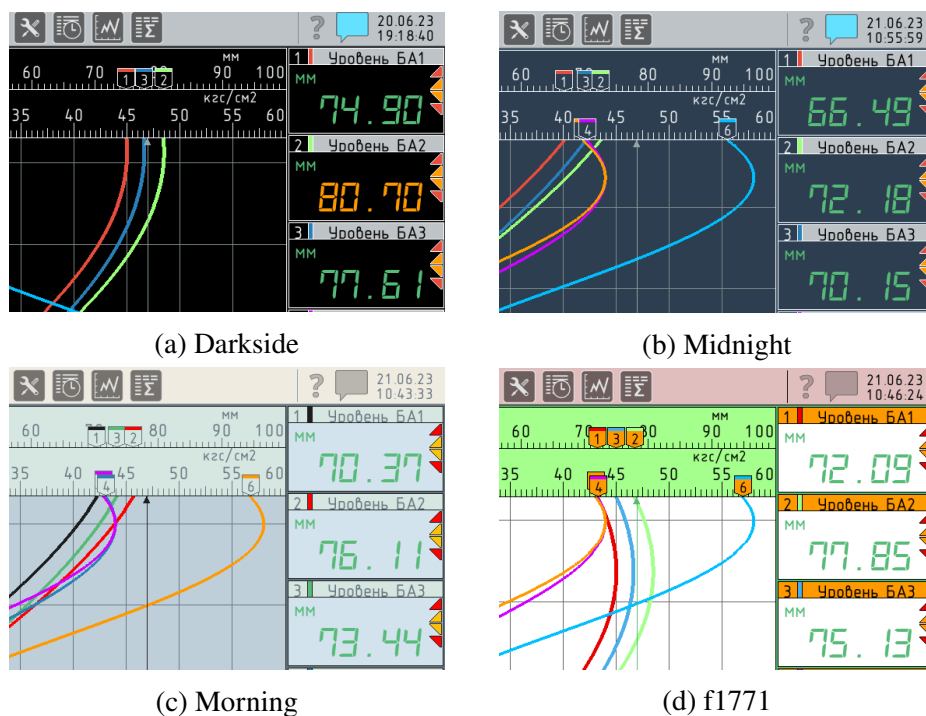

Рисунок 6.12 – Примеры «Тем»
- ▶ **"Morning"** – светлый фон, визуально ближе к виду самописца, но белая «бумага» для повышения контрастности заменена светло-салатным фоном (см. рисунок 6.12с);